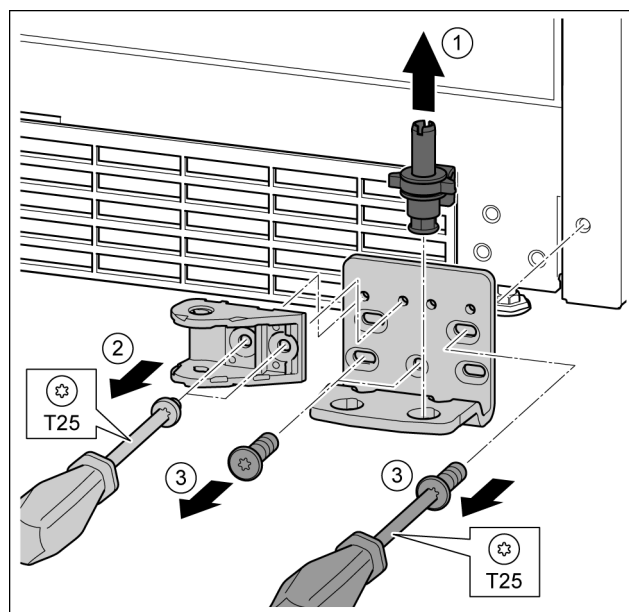

Fig. 30
- ▶ Ložiskový čap vytiahnete úplne nahor. Fig. 30 (1)
- ▶ Skrutky vyskrutkujete skrutkovačom T25 a odnímate spoj zatváracieho tlmíča. Fig. 30 (2)
- ▶ Skrutky vyskrutkujete skrutkovačom T25 a odnímate ložiskovú konzolu. Fig. 30 (3)